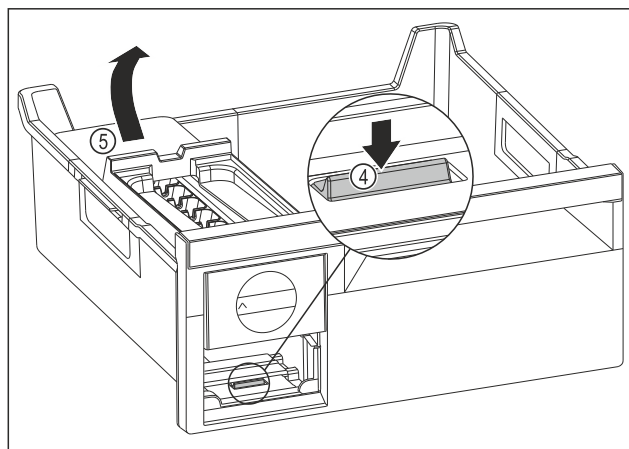

Fig. 171
- ▶ Udtagning af EasyTwist-Ice-legemet: Tryk lasken Fig. 171 (4) ned med fingeren, og løft samtidigt EasyTwist-Ice-legemet Fig. 171 (5) med den anden hånd.